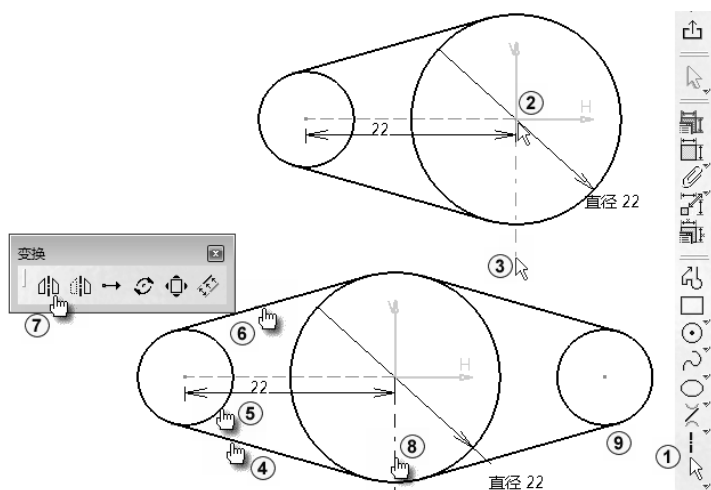

图 2-28 镜像图形
单击“轮廓”工具栏中的“轴”按钮, 绘制出一条通过原点的竖直中心线, 如图 2-28 中①~③所示。
按住〈Ctrl〉键选择两条斜线 and 一个小圆, 如图 2-28 中④~⑥所示。单击“变换”工具栏中的“镜像”按钮, 选择垂直轴, 如图 2-28 中⑦⑧所示。结果如图 2-28 中⑨所示。